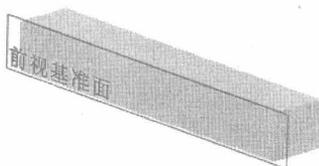
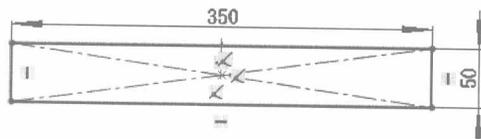

图 1.2 拉伸 1
图 1.3 横断面草图
Step2. 添加图 1.2 所示的零件基础特征——拉伸 1。
(1) 选择命令。选择下拉菜单 **插入(I)** → **凸台/基体(B)** → **拉伸(E)...** 命令（或单击“特征(F)”工具栏中的  按钮）。
(2) 定义特征的横断面草图。
① 定义草图基准面。选取前视基准面作为草图基准面。
② 定义横断面草图。在草图绘制环境中绘制图 1.3 所示的横断面草图。
③ 选择下拉菜单 **插入(I)** → **退出草图** 命令，退出草图绘制环境，此时系统弹出“拉伸”窗口。
(3) 定义拉伸深度属性。
① 定义深度方向。采用系统默认的深度方向。
② 定义深度类型和深度值。在“拉伸”窗口 **方向1** 区域的下拉列表中选择 **给定深度** 选项，输入深度值 60.0。